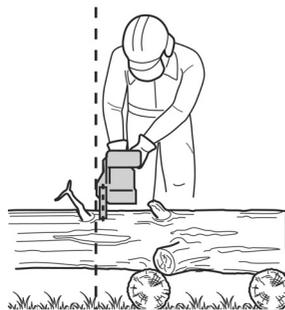

Fig. 27
- > Posez l'appareil par terre et calez-le bien en mettant le pied sur l'écran de protection de la poignée arrière [10], puis tirez la poignée du lanceur à rappel [23] d'un coup sec, à 3 ou 4 reprises. N'essayez pas de lancer le moteur en tenant l'appareil d'une seule main (Fig. 27).
- > Vous devez impérativement être dans une position sûre lorsque vous utilisez l'appareil. Tenez l'appareil du côté droit du corps (Fig. 27).